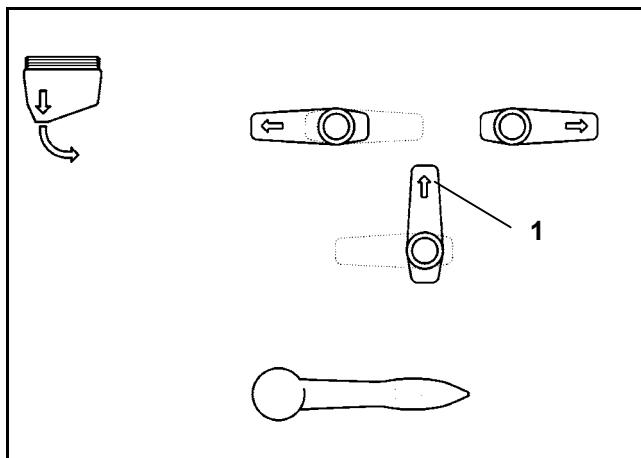

Fig. 7.13
- Pivotez le robinet 3 voies (7.13/1) en conséquence fig. 7.13.